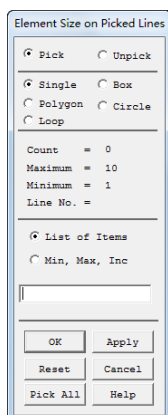
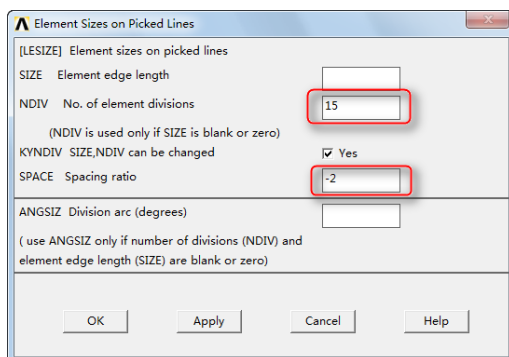

图 5-50 “拾取”对话框
图 5-51 “Element Sizes on Picked Lines”对话框
② 在“MeshTool”对话框中单击 Lines→Set 按钮，会弹出“拾取”对话框，如图 5-50 所示。拾取入口矩形的上下边，单击“Apply”按钮，会弹出“Element Sizes on Picked Lines”对话框，如图 5-51 所示。
③ 在“NDIV NO. of element divisions”中输入 15，在“SPACE Space ratio”中输入 -2（这样设置使得直线两端的网格密度较大，中间网格密度较小），单击“Apply”按钮。
④拾取过渡面积的上下两条曲线和直线，单击“Apply”按钮，弹出如图 5-51 所示对话框。在“NDIV NO. of element divisions”中输入 12，在“SPACE Spacing ratio”中输入 1（这样设置使得直线被均匀划分），单击“Apply”按钮确定。
⑤拾取出口矩形的上下两条直线，单击“Apply”按钮，弹出如图 5-51 所示的对话框。在“NDIV NO. of element divisions”中输入 15，在“SPACE Spacing ratio”中输入 3（这样设置使得直线左端的网格稀疏，而右边的网格较密集），单击“OK”按钮。
⑥注意到出口矩形上边的网格尺寸划分密度没有偏向出口，这需要额外的操作处理。在“MeshTool”对话框中单击 Lines→Flip 按钮，弹出拾取对话框。拾取出口矩形上边，单击“OK”按钮。
⑦定义横向网格密度。在“MeshTool”对话框中单击 Lines→Set 按钮，弹出拾取对话框。拾取图形窗口的 4 条垂直直线，单击“OK”按钮，弹出如图 5-51 所示对话框。在“NDIV NO. of element divisions”中输入 10，在“SPACE Spacing ratio”中输入-2（这